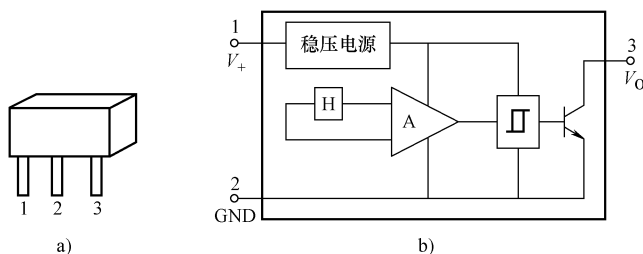

图 1-9 开关型霍尔集成电路
霍尔集成电路是利用霍尔组件构成的一种小型电路。图 1-9 所示是一种开关型霍尔集成电路，图中①引脚为电源输入端、②引脚接地、③引脚为输出端。平时输